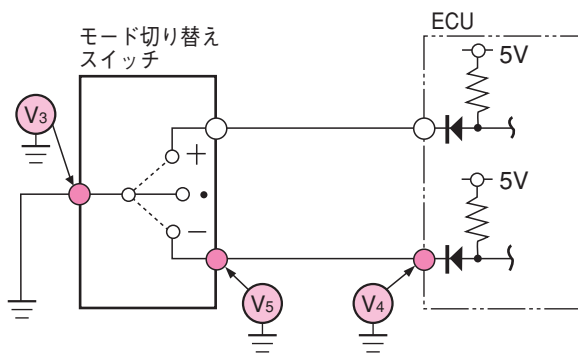

図2-12 モード切り替えスイッチ回路の断線の点検(2)
軽め(-)モード時のモード切り替えスイッチ回路の断線又は短絡の点検は、図2-12, 13のように電圧を測定することによって行う。
(1) 断線点検
- ① 図2-12の回路の状態では V_4 に電圧がない場合は、ECUの不良。